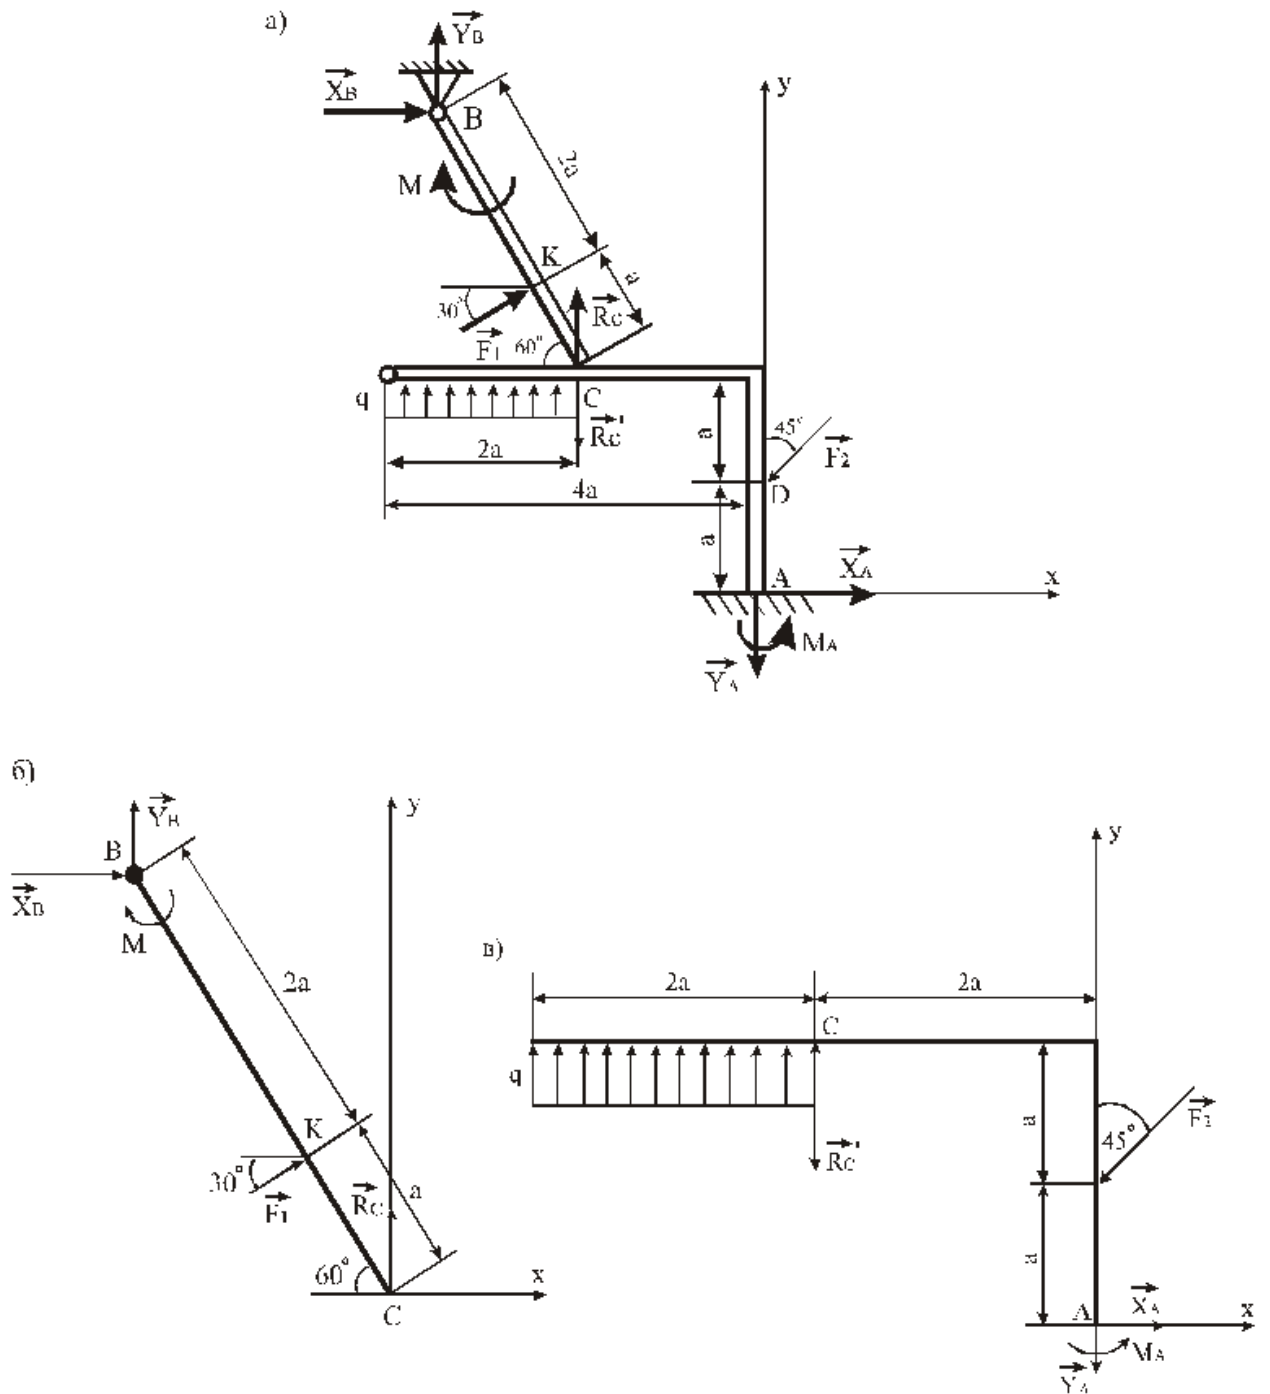

Рис.21
Пример 9. Конструкция (рис. 21) состоит из жесткого угольника и стержня, которые в точке С свободно опираются друг о друга. Внешними связями, наложенными на конструкцию, являются: в точке А – жесткая заделка, в точке В – шарнир. На конструкцию действуют: пара сил с моментом $M = 80$ кН·м, равномерно распределенная нагрузка интенсивности $q = 10$ кН/м и силы: $F_1 = 15$ кН и $F_2 = 25$ кН. При определении размеров конструкции принять $a = 0,35$ м. Определить реакции связей в точках А, В и С.
2. Выбираем систему координат ХАУ (см. рис. 21).
1. Задачу решаем способом расчленения. Рассмотрим сначала равновесие стержня BC (рис. 21, б). На стержень действуют реакции связей \vec{X}_B , \vec{Y}_B , \vec{R}_C , сила \vec{F}_1 и момент \vec{M} . Для полученной плоской системы сил можно составить три уравнения равновесия, при этом сумму моментов внешних сил и реакций связей удобнее считать относительно точки B :
Теперь рассмотрим равновесие угольника CA (рис. 21, в). На угольник действуют: реакции связей \vec{X}_A , \vec{Y}_A , \vec{M}_A , \vec{R}'_C , сила \vec{F}_2 и распределенная нагрузка q . Заметим, что $R'_C = R_C = 132,38$ кН. Для данной плоской системы сил можно составить три уравнения равновесия, при этом сумму моментов сил будем считать относительно точки C :
А теперь для наглядного доказательства того, какое значение имеет правильный выбор точки, относительно которой составляется уравнение моментов, найдем сумму моментов всех сил относительно точки А (рис. 21, в):